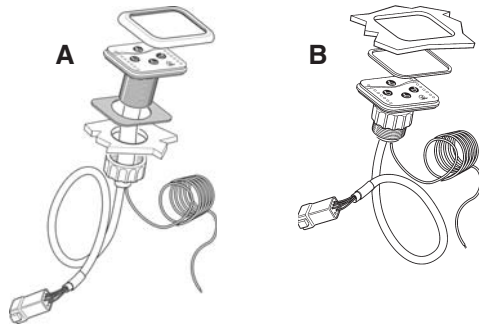

Bild 22
Montera manöverpanelen (B), **se bild 1, 3 och 22** lättillgängligt på manöverplatsen. Håltagningsdiametern är 52 mm. **Se bild 3.** Använd packningen som ingår i leveransen (**Se bild 22 A**). Om du vill montera panelen i nivå med den omgivande ytan ska du trycka ut mittendelen och använda resten av packningen till montering **se bild 22 B**. Se även hålmallen för manöverpanelen i slutet av denna anvisning.